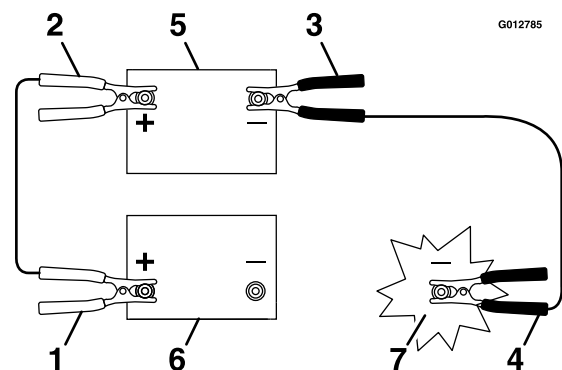

Figure 53
3. Connectez le câble positif (+) à la borne positive (+) de la batterie à plat qui est reliée au démarreur ou au solénoïde (Figure 53).